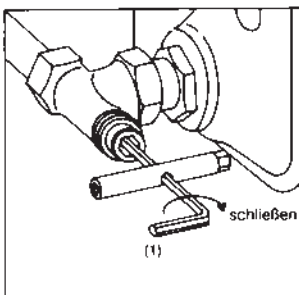

Bild 1
- 1.2 Закрыть вентиль шестигранным ключом № 4 (1), поворачивая его вправо. (рис. 1).